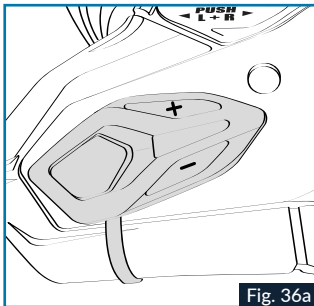

Fig. 36a
8. Coller le clavier principal à l'emplacement défini (Fig 36a), à l'aide du double-face fourni sur le clavier, insérer le câble plat entre la calotte et la joue en polystyrène à gauche du clip lining (pièce rouge) comme indiqué sur la Fig.36.